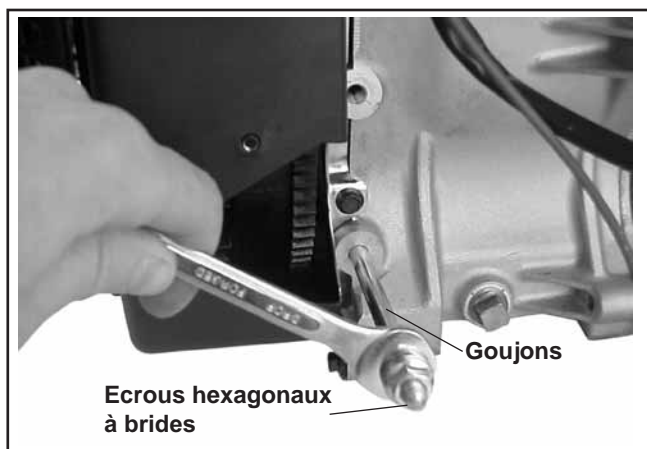

Figure 9-18. Retrait des goujons de montage.
- d. Si le retrait des goujons de montage est nécessaire, utiliser deux écrous hexagonaux à brides des goujons de montage, serrés bride à bride, pour retirer les goujons. Voir la figure 9-18.